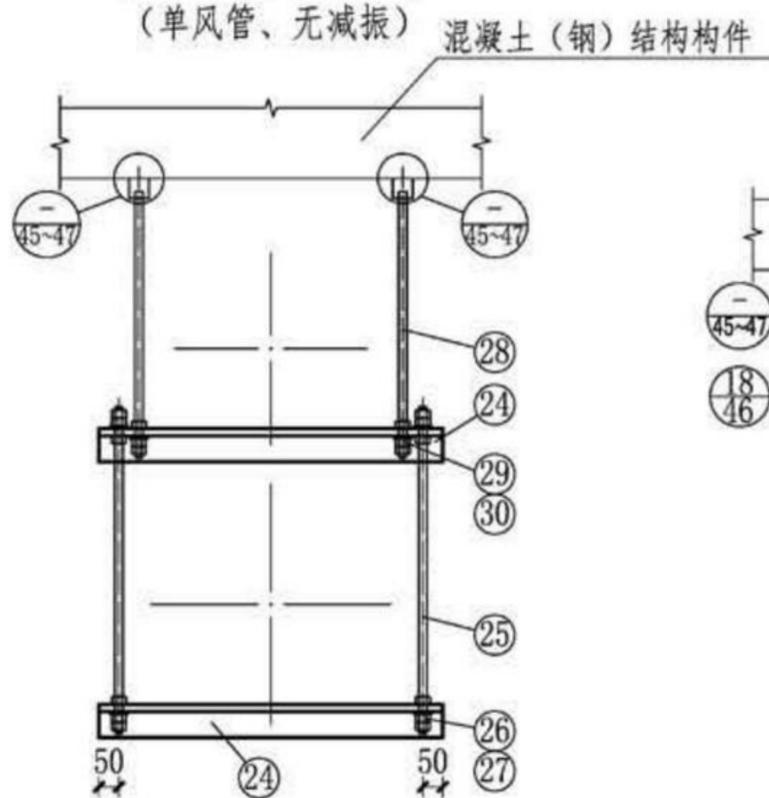
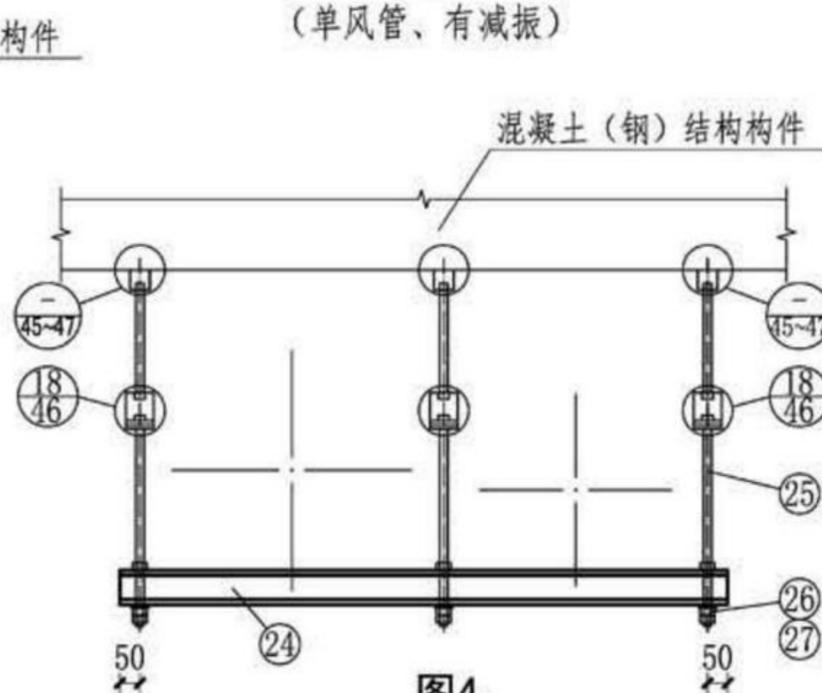

图3
图4
2. 风管与横梁固定方式见第42页图4~图6、第43页图3~图4及第44页图6~图10。